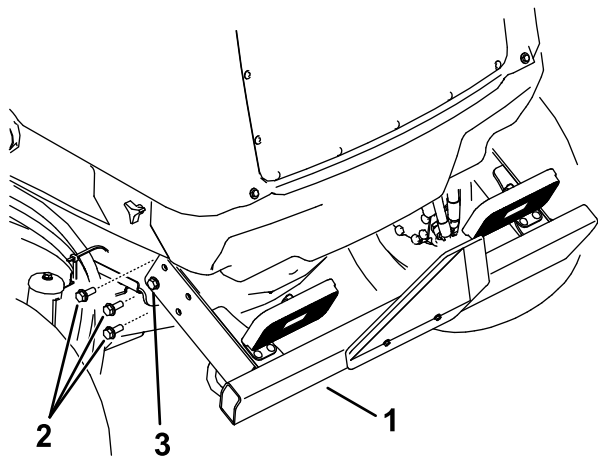

Рисунок 112
2. Выверните 3 фланцевых винта с каждой стороны заднего бампера, как показано на Рисунок 112.
6. Поднимите задний бампер в исходное положение и заверните фланцевые винты. Затяните все фланцевые винты, которые крепят задний бампер к раме (Рисунок 112).